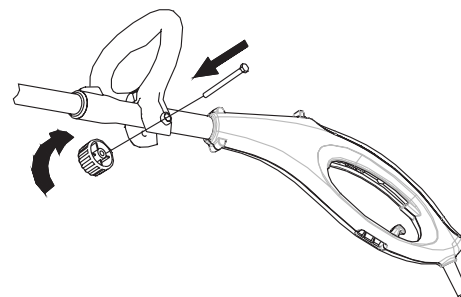

Fig. 4
3. Serrez l'écrou et le boulon d'ajustement (Fig. 4)